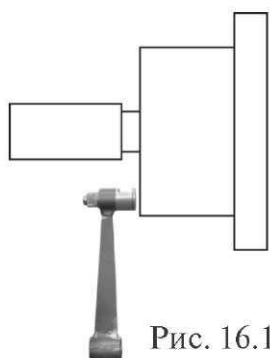

Рис. 16.1
15.2. Калибровка устройства измерения дистанции. Для оценки погрешности устройства ввода дистанции выдвиньте штангу ввода параметров и уприте ее палец в задний торец фланца вала, как показано на рис.16.1. При этом на индикаторах 1 отображается величина введенной дистанции, а на индикаторах 4 величина диаметра диска. Если величина дистанции на индикаторах 1 не равна $4,5 \pm 0,2$, то устройство ввода дистанции требует калибровки.